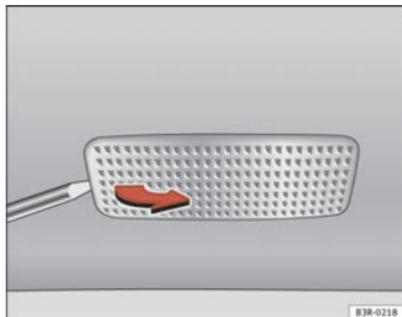

Abb. 241 Ausbau der Leuchte in der Sonnenblende
- Nehmen Sie die Leuchte vorsichtig heraus, indem Sie die flache Seite eines Schraubendrehers benutzen ⇒ Abb. 241.